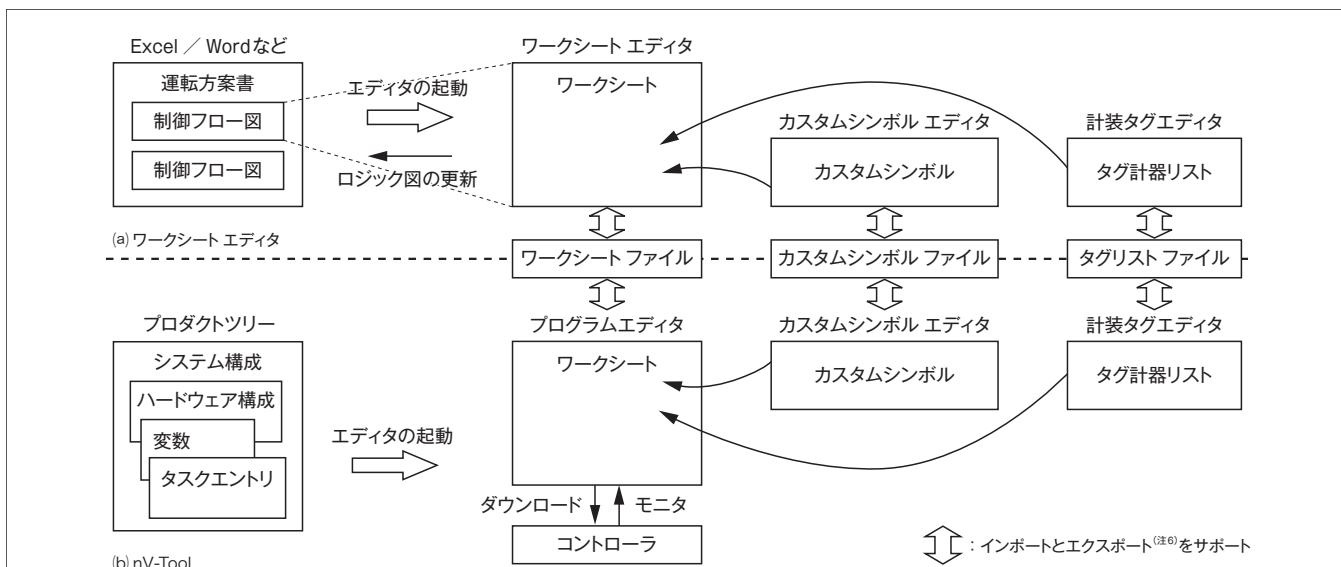

図3. ワークシート エディタとエンジニアリングツールとの連携関係 — データの受渡しを容易にすることで、二重登録などのむだをなくしている。
- (1) ワークシート エディタで作成した制御フロー図をMicrosoft® Word, Excelなどで記載したプロセス運転方案書などの上位設計書へ容易に取り込めるようにした。
- (2) ワークシート エディタで、制御フロー図のファイルを編集保存したときに運転方案書に表示された制御フロー図のベクトルイメージを同時に更新するようにした。
- (3) 制御フロー図のファイルをワークシート エディタとnV-Toolと同じ形式に合わせることで、一方で作成した制御フロー図をそのまま他方でインポート(注5)して、表示や編集ができるようにした(図3)。